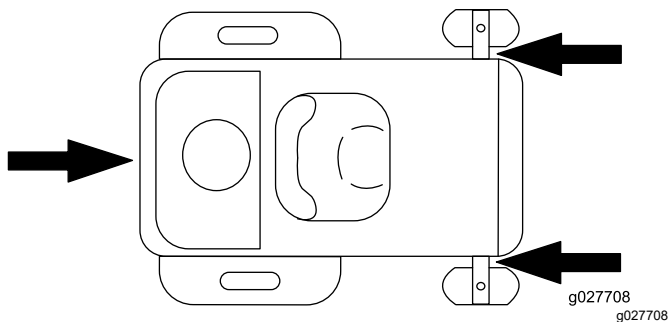

Figura 34
6. Legai maina de lângă roile pivotante faă, folosind curele, lanuri, cablu sau frânghii (Figura 34). Consultai prevederile locale referitoare la fixare.